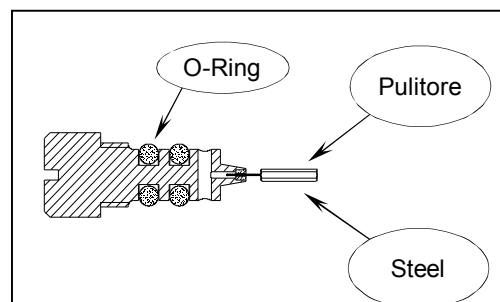

Fig. 14.1.2
Rimuovere la vite (13) Fig. 14.1.1 e pulire, come in Fig.14.1.2, tramite apposito pulitore posto sul coperchio all'interno dello strumento. Nel caso in cui la strozzatura fosse particolarmente ostruita l'operazione di pulizia potrà essere integrata da un bagno in trielina e da una successiva soffiatura con aria compressa. Prima di rimontare la vite (13) lubrificare gli O-Ring di tenuta con un velo di grasso al silicone.
Remove the screw (13) (see Fig. 14.1.1) and clean, as shown in Fig. 14.1.2, by means of the supplied steel wire situated inside the instrument. If the capillary orifice is obstructed, clean it with a bath in trichloroethylene and a blow of compressed air. Before fastening the screw (13), we recommend lubricating the O-rings by applying a coat of silicone lubricant.